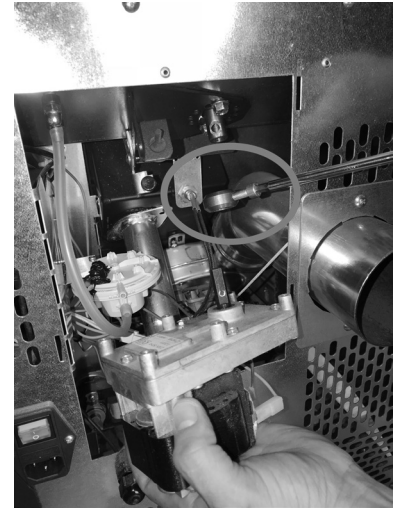

Fig. 74 - Extracción del motorreductor
- Extraer el motorreductor desenroscando el tornillo que lo bloquea (véase **Fig. 74**).